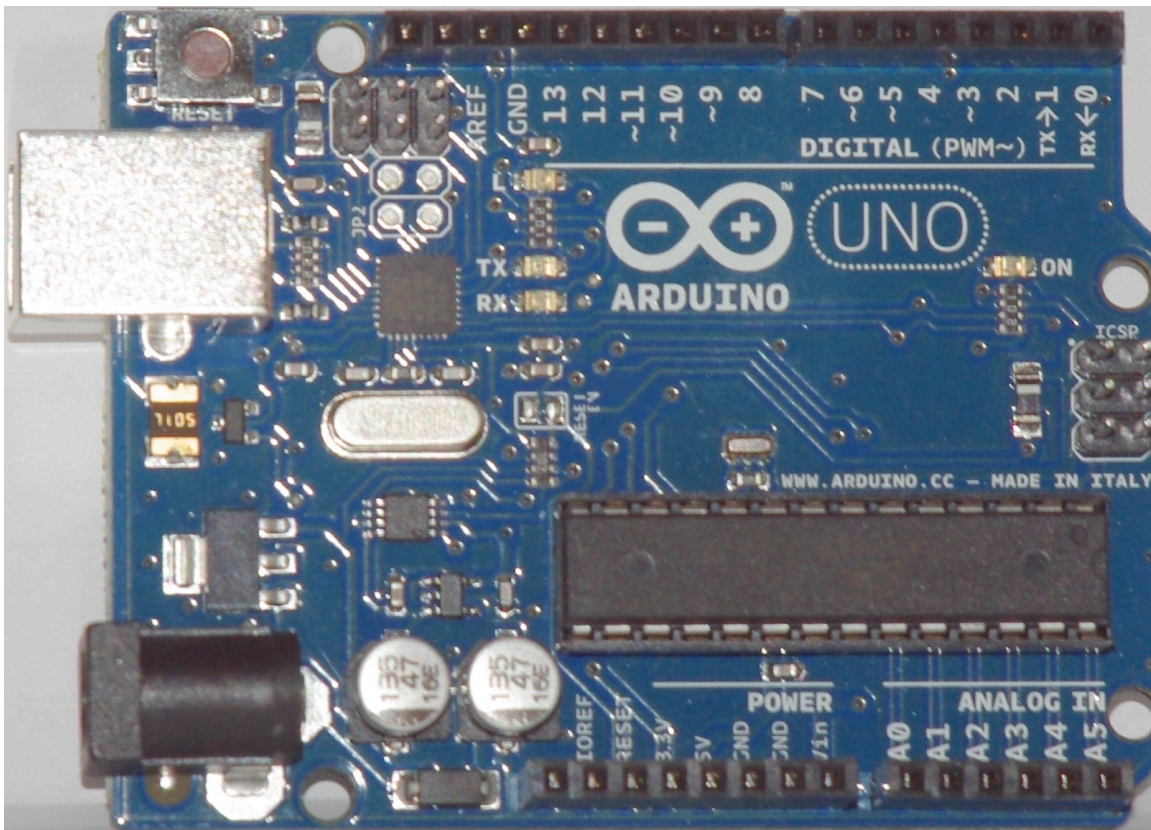
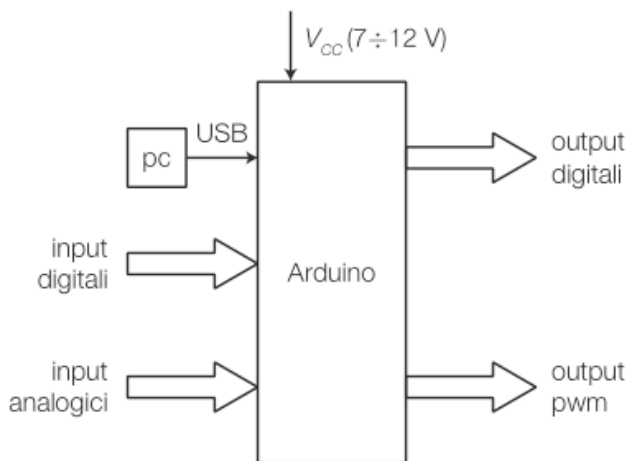

figura 1 - La scheda Arduino Uno, con il μC Atmel ATmega328, nel contenitore DIP.
figura 2 - Principali collegamenti della scheda Arduino.
- una piattaforma hardware: è costituita da schede basate su microcontrollori Atmel, che integrano anche vari dispositivi che ne semplificano l'utilizzo e il collegamento all'esterno, come il quarzo per la generazione del clock, il regolatore di tensione, l'interfaccia per la comunicazione USB, connettori di input e output per segnali analogici e digitali, LED, ecc.; nella **figura 1** è rappresentata la scheda Arduino Uno a cui ci si riferisce nella presente guida.
Dal punto di vista funzionale la scheda Arduino presenta i collegamenti rappresentati in **figura 2** e individuabili in **figura 1**: